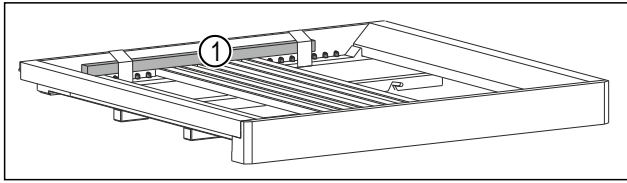

Fig. 7*
- ▶ Holzstab Fig. 7 (1) entfernen.*